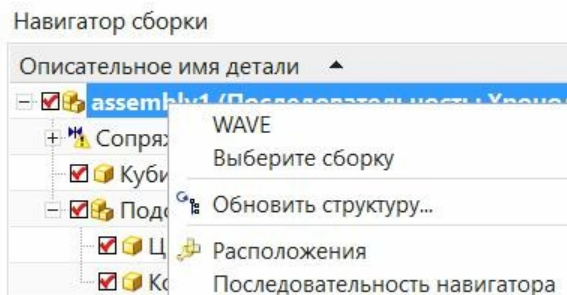

рис.89
- Кроме этого, последовательность строк в НСб можно всегда поменять **на обратный**. Для этого в НСб, в строке «Описательное имя детали», справа, стоит черная стрелочка (рис.89).